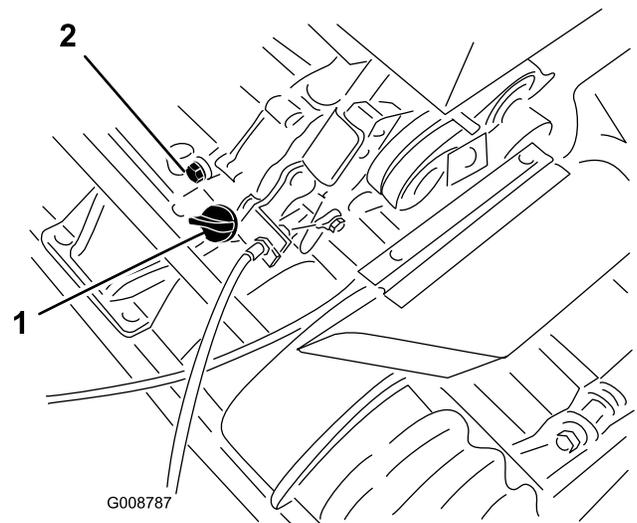

Figura 19
1. Coloque o cortador de maneira a que o motor esteja nivelado e limpe à volta o medidor do nível de óleo (Figura 19).
2. Coloque um recipiente de drenagem na traseira da máquina, debaixo do tampão de escoamento (Figura 19).